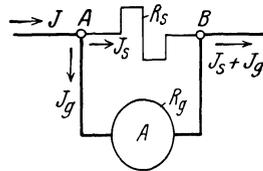

Abb. 19. Strommesser mit Nebenwiderstand.
Sollen mit derartigen Instrumenten für schwache Ströme auch stärkere Ströme gemessen werden, so schaltet man, wie in Abb. 19 dargestellt, parallel zu dem Meßinstrument A einen Nebenwiderstand R_s (früher Shunt genannt), durch den der größte Teil (J_s) des zu messenden Stromes J hindurchgeht.
80. Dem 100Ω Eigenwiderstand besitzenden Drehspulinstrument, dessen Stromstärke bestimmt ist durch die Gleichung $J_g = \frac{\alpha}{10000}$, ist ein Widerstand von $\frac{100}{999} \left[\frac{100}{99} \right] \Omega$ parallelgeschaltet. Welcher Strom fließt durch die unverzweigte Leitung, wenn ein Ausschlag von $100 [130]^\circ$ vorhanden ist (Schalt. siehe Abb. 19).